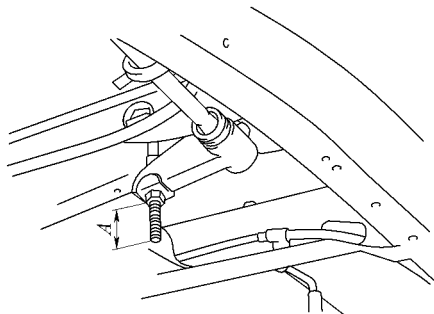

图 14-84 测量伸出的螺栓端长度 A
(3) 拆下固定臂的锁紧螺母。
(4) 拆下扭杆弹簧。按图 14-84 所示测量伸出的螺栓端长度 A，然后旋松调整螺母，拆下固定臂和扭杆弹簧。